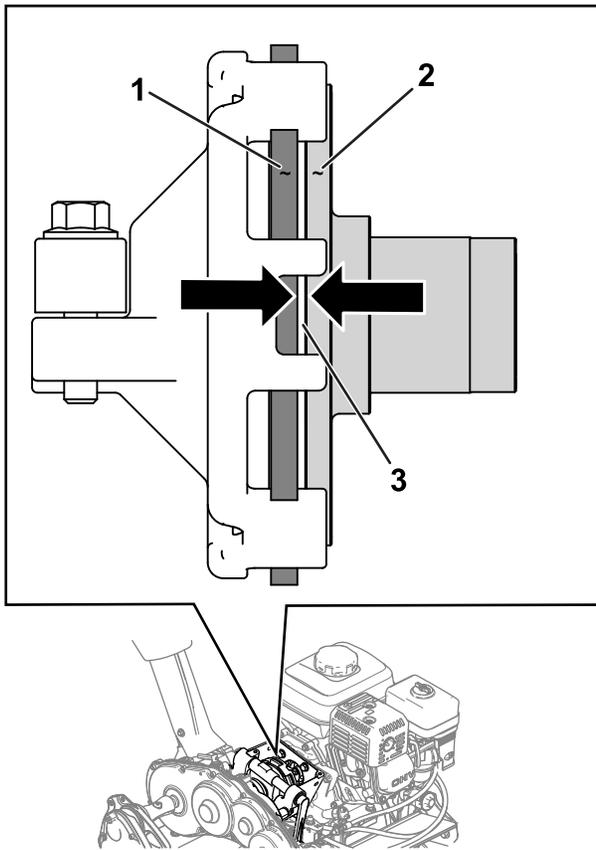

Figura 33
2. Afloje las tuercas autoblocantes y ajuste el cable de tracción hasta que quede un espacio de 1,1 mm entre el disco de fricción y el plato de presión (Figura 32 y Figura 33).